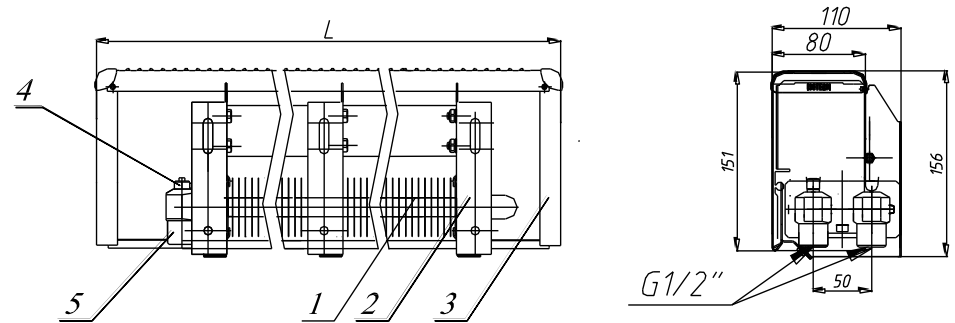

Рис. 1. Конвектор «Изотерм-М» настенный концевой РКНН-М 12 104...125 с нижним правосторонним подключением.
- 4.1. Конвектор состоит из следующих основных частей (см. рис.1):
- 4.4. Размеры изделий представлены на Рис. 1, 2, 3,4 и в Табл.1.